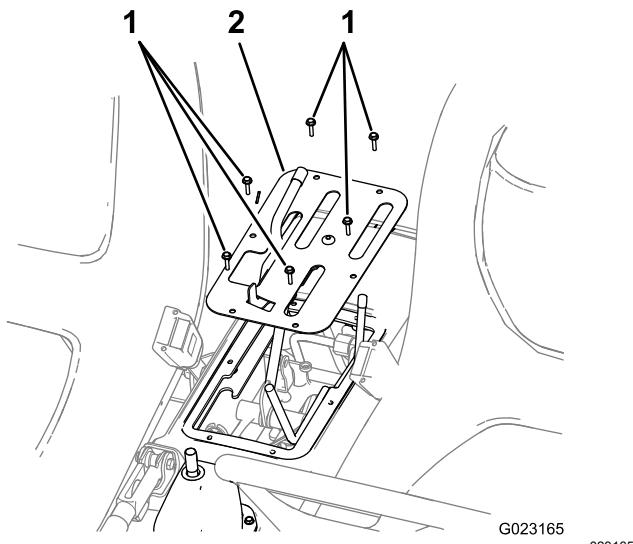

Figura 3
3. Remova os 6 parafusos que prendem a extremidade exterior da placa da cobertura da consola central ao chassis e retire a placa da cobertura (Figura 3).